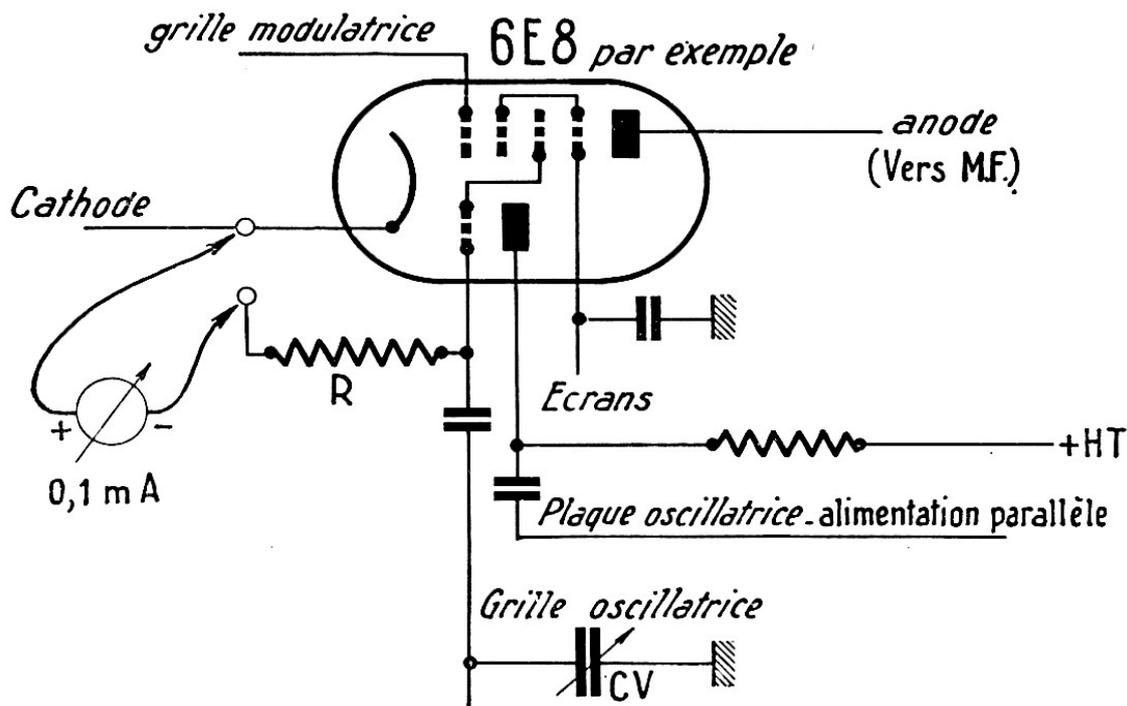
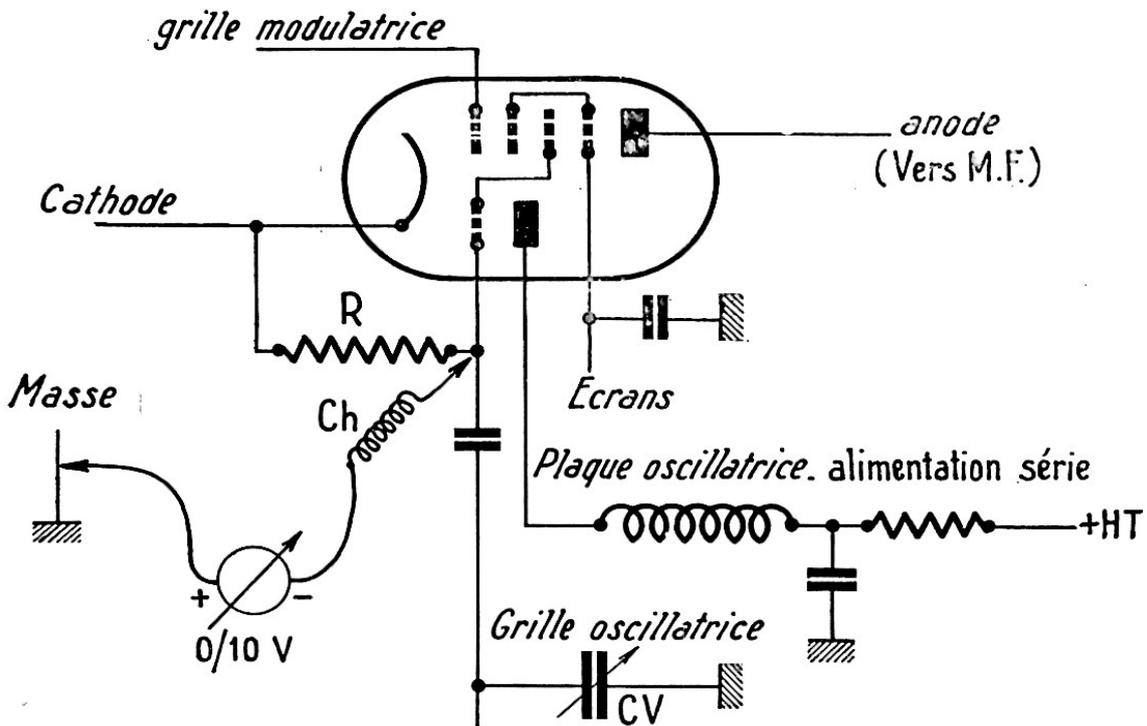

FIG. VI-4
FIG. VI-5
Vérifier si l'oscillation du tube CF se fait correctement. Pour cette vérification, il n'y a qu'une seule méthode précise. Nous la représentons sur la figure VI-4. On dessoude la résistance R
Ce procédé permet de mesurer exactement le courant d'oscillation, et l'on peut voir ainsi s'il est conforme aux caractéristiques d'emploi correct du tube. Son inconvénient est qu'il oblige à dessouder la résistance de grille oscillatrice. Or, dans de nombreux cas, pour un contrôle rapide, il suffit simplement de voir si « ça oscille ». Le procédé consiste alors à observer simplement si la grille oscillatrice est négative avec un voltmètre. On procède comme il est montré sur la figure VI-5. Le voltmètre,
S'il n'y a pas d'oscillation, il faut vérifier la tension sur la plaque oscillatrice ; elle a peut-être diminué du fait de l'augmentation de valeur de la résistance anodique (alimentation parallèle, fig. VI-4) ou de l'augmentation de la résistance de découplage (alimentation série, fig. VI-5). Si la tension anodique est nulle, ces résistances sont peut-être coupées ; voir aussi l'état du condensateur de liaison (fig. VI-4) et l'état du condensateur de découplage (fig. VI-5) — ils peuvent être en court-circuit. De toutes façons, même s'il n'est pas claqué, le condensateur de découplage de la figure VI-5 doit être excellent du point de vue HF (impédance pratiquement nulle) ; il faut toujours essayer de le shunter provisoirement par un condensateur d'excellente qualité pour voir s'il n'y a pas une amélioration possible à obtenir (surtout en OC).
**DA.** — Cette panne est assez fréquente avec le dispositif d'alimentation-série des oscillatrices (fig. VI-5) ; le courant HT traverse les bobinages et se trouve commuté en même temps que lesdits bobinages par le contacteur d'ondes. Les étincelles arrivent par amorçage à carboniser certains points de la galette du contacteur ; lorsque la carbonisation est assez importante, le courant HT arrive à passer tout seul et grille tout dans le coin ! Dans ce cas, il n'y a qu'un remède : il faut changer la galette par une autre de caractéristiques mécaniques absolument identiques.